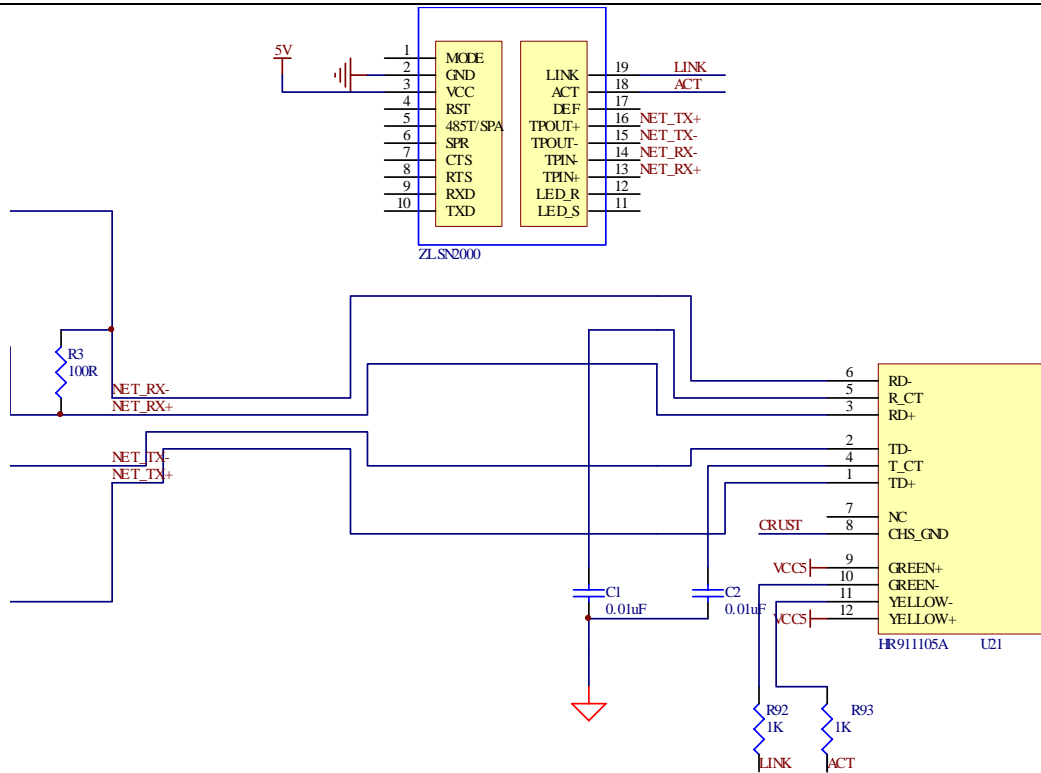

图 6 ZLSN2000 改造为 ZLSN2003 电路 2
- 2 如果之前 ZLSN2000 使用的是带网络变压器的 RJ45 网口的，如图 6 所示，那么改造的方法就是将这个 RJ45 替换为不带网络变压器的 RJ45。而且是否能够替换需要考虑两种 RJ45 的网口线的 pin 脚的兼容性，好在目前常用的带网络变压器的 RJ45，如 HR911105A，和通用的不带网络变压器的 RJ45 的网口线是 pin 到 pin 兼容的，而且封装也一样。即使用的网线脚正好就是 1、2 和 3、6。此时的改造方法如下：将 HR911105A 替换为普通的 RJ45，去掉中间抽头电容 C1、C2，去掉灯的电阻 R92、R93（因为普通 RJ45 没有灯）。去掉耦合电阻 R3。这种方法改造起来也不需要修改 PCB。